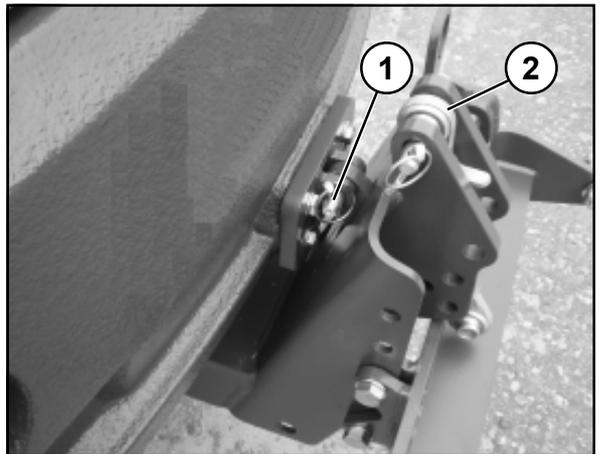

Bild 6-15
(3) Heckanbauplatte so auf den Staplervorsatz ablegen und von hinten unter das Fahrwerk verfahren, dass die Heckanbauplatte mit der Aufnahme am Fahrwerk durch Einschieben des Bolzens (6-14/Pfeil) verbunden werden kann. Bolzen mit Klappsplint sichern.
(4) Querlenker (6-15/2), wie in Bild 6-15 zu sehen, nach hinten umlegen.
(5) Heckanbauplatte durch An-/Abkippen- und Hubbewegungen des Staplervorsatzes so positionieren, dass der Bolzen in die Aufnahmebohrung der Anbauplatte der Rangier- und Abschleppkupplung gesteckt werden kann (6-15/1). Bolzen mit Klappsplint sichern.